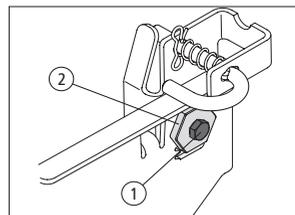

Fig. 25
- Solte, mas não remova, o parafuso sextavado (1) localizado no gancho posterior esquerdo da bandeja. O gancho posterior direito da bandeja não é ajustável e é utilizado para auxiliar no ajuste dos outros ganchos, [Fig. 25].
- Usando uma chave, levante ou baixe o lado esquerdo da bandeja, girando a engrenagem de ajuste (2).
- A bandeja está adequadamente nivelada quando ambas extremidades da lâmina possuem a mesma medida. Volte a apertar o parafuso sextavado (1) no suporte frontal esquerdo da bandeja quando for alcançado o ajuste adequado.